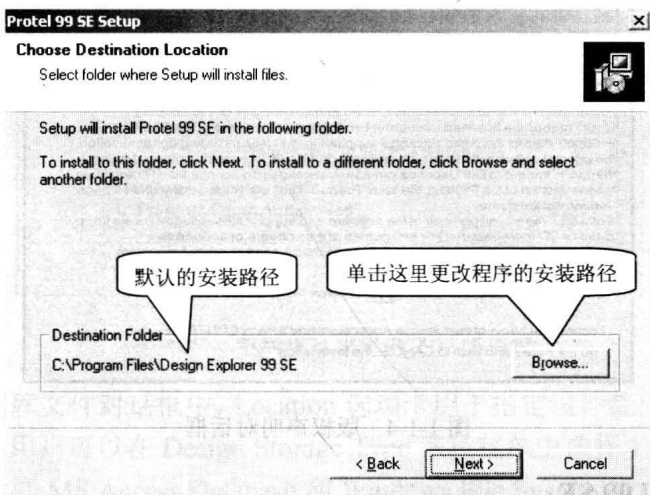

图 1-1-2 选择安装路径对话框
③ 输入上述相应的信息后, 单击 “Next” 按钮, 出现如图 1-1-2 所示对话框, 安装程序默认的安装路径是在 C 盘, 单击 “Browse” 按钮可以更改程序的安装路径。